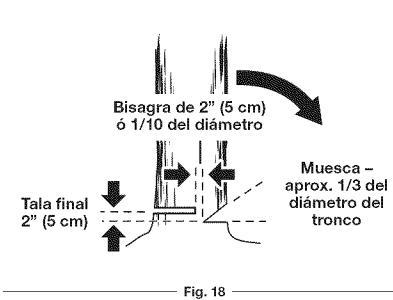
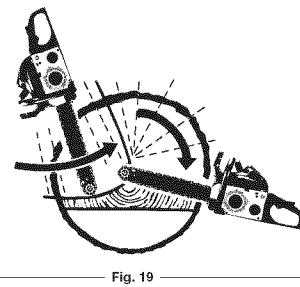
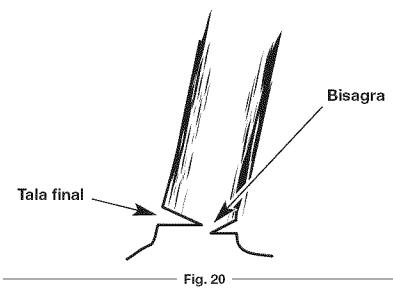
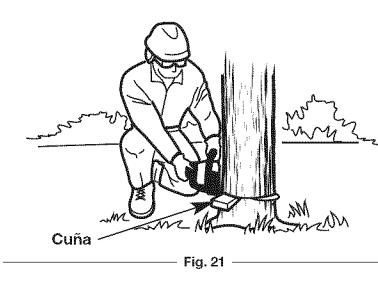

Fig. 18
Fig. 19
Fig. 20
Fig. 21
- Corte de muesca guía.** Este corte determina la dirección en que caerá el árbol. Se deberá hacer por el lado del árbol orientado en el sentido de la caída. Haga un primer corte por ese lado que llegue hasta 1/3 del diámetro del tronco. Haga el segundo corte de muesca de modo que intercepte en un ángulo correcto a la horizontal de proyección de caída. Esta muesca habrá que vaciarla para dejar el interior del tronco en línea recta. Para evitar que el peso del árbol presione la sierra, haga siempre primero el corte inferior horizontal y, después, el corte en ángulo. (Fig. 18)
- Tala final por el lado opuesto.** Este es el corte que derriba el árbol. Haga el corte de tala final por el lado opuesto y paralelo al corte horizontal de la muesca y a una distancia mínima de 2 pulgadas (5 cm) por encima de dicho corte (Fig. 18). Si el diámetro del árbol es mayor que la longitud de la barra guía, haga dos cortes como se indica (Fig. 19). A medida que el corte de tala final se acerque a la bisagra, el árbol comenzará a caer (Fig. 20). Si existe alguna posibilidad de que el árbol no vaya a caer en la dirección prevista o, si se balancea hacia atrás y aprisiona la sierra, detenga el corte antes de terminar la tala final e inserte cuñas de madera o plástico para abrir el corte y obligar al árbol a caer a lo largo de la dirección prevista (Fig. 21).